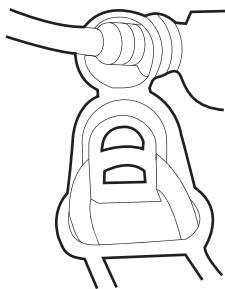

Fig. 6
1. Pliez la rallonge à environ 30 cm de la prise femelle, et accrochez la boucle sur le porte-câble [23]. Vérifiez que la rallonge est bien accrochée en tirant délicatement dessus (fig. 6).